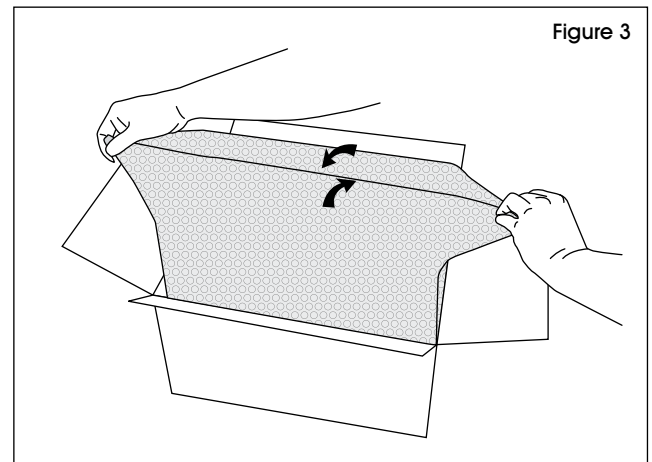

Figure 3
4. Scellez le revêtement. Le côté avec la bande adhésive doit être en dessous. Pressez délicatement sur toute la longueur du joint pour assurer l'étanchéité. (Voir Figure 3)